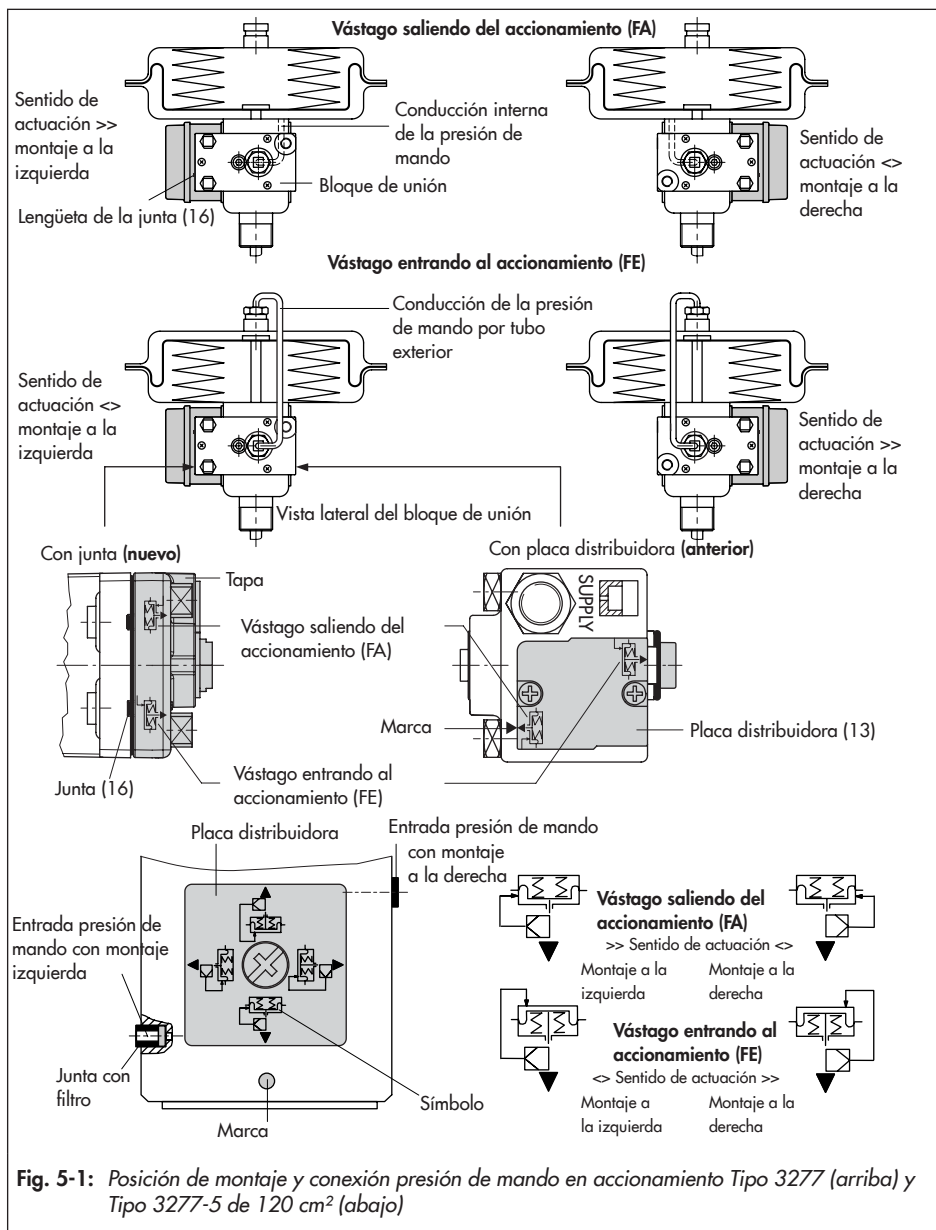

Fig. 5-1: Posición de montaje y conexión presión de mando en accionamiento Tipo 3277 (arriba) y Tipo 3277-5 de 120 cm² (abajo)
El posicionador se montará a la derecha o a la izquierda de la válvula, dependiendo del sentido de actuación (posición de seguridad) del accionamiento y del sentido de actuación del lazo del posicionador, ver Fig. 5-1 arriba.
- Comprobar que la lengüeta de la junta (16) lateral al bloque de unión (Fig. 5-1 centro), se encuentra encima del símbolo correspondiente a la ejecución del accionamiento "vástago saliendo" o "vástago entrando".
La presión de mando se conduce a la cámara de la membrana a través de la placa distribuidora (Fig. 5-1 y Fig. 5-2 abajo).